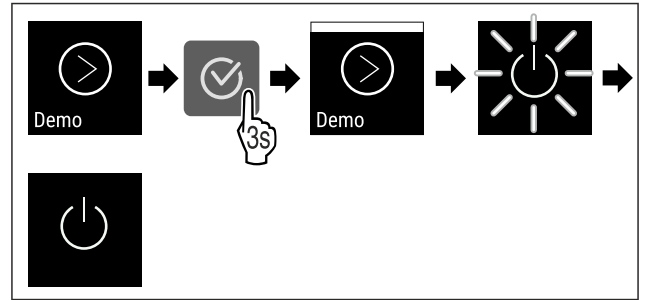

Fig. 110
- ▶ Obavite korake postupka (pogledajte Fig. 110) .